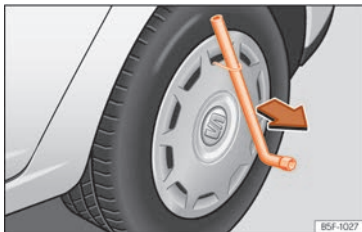

Fig. 67 Smontaggio dei copricerchi integrali.
- Introdurre la chiave per ruote nella staffa a filo » » » **fig. 67** e tirare il coprimozzo nella direzione indicata dalla freccia.